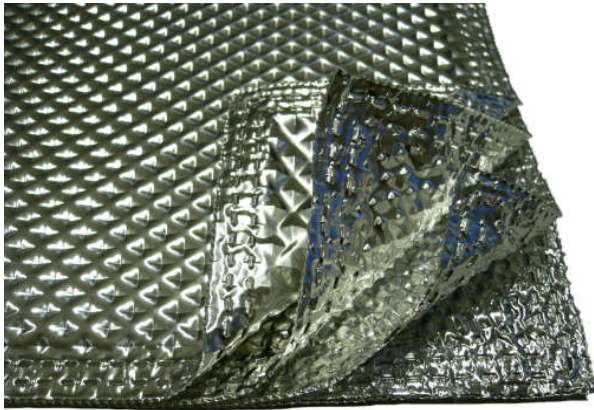

fig. 1. Multiple Layer Foil Insulation (Foilsulation®)
- Die Anzahl der Lagen bestimmt den Wirkungsgrad. fig. 1 zeigt einen typischen Aufbau mit Top-Cover und drei zusätzlichen Lagen.